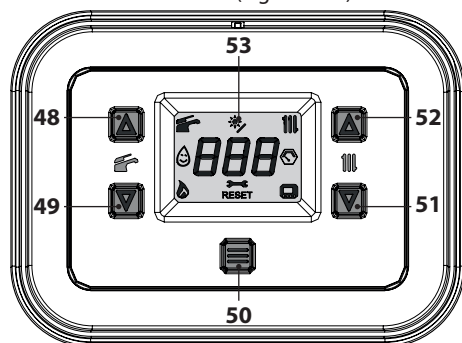
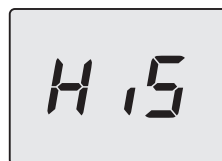
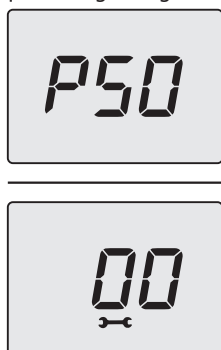
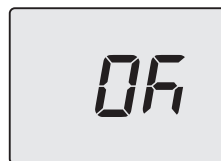

Figura 5.33
Figura 5.34
Figura 5.37
Figura 5.38
mendo contemporaneamente per 5 secondi i tasti 49 e 51 (Figura 5.33) fino a far apparire sul display LCD le lettere **HiS** che indicano il menu "Storico delle caldaie" (Figura 5.34).
- Premere per 1 sec. il tasto 50 (Figura 5.33) per entrare nel parametro selezionato. Il display visualizzerà quanto segue (Figura 5.37).
- Premendo il tasto 50 (Figura 5.33) si ottiene la conferma del valore inserito. Il display visualizzerà per 5 sec. quanto segue (Figura 5.38) poi, si porterà al livello superiore.
- Premendo contemporaneamente i tasti 49 e 51 (Figura 5.33) si esce senza modificare il valore (ritorno al livello precedente).
- Premere per 1 sec. il tasto 50 (Figura 5.33) per entrare nel parametro selezionato. Il display visualizzerà quanto segue (Figura 5.40).
- Premendo il tasto 50 (Figura 5.33) si ottiene la conferma del valore inserito. Il display visualizzerà per 5 sec. quanto segue (Figura 5.41) poi, si porterà al livello superiore.
- Premere per 1 sec. il tasto 50 (Figura 5.33) per entrare nel parametro selezionato. Il display visualizzerà quanto segue (Figura 5.43).
- Premendo il tasto 50 (Figura 5.33) si ottiene la conferma del valore inserito. Il display visualizzerà per 5 sec. quanto segue (Figura 5.44) poi, si porterà al livello superiore.